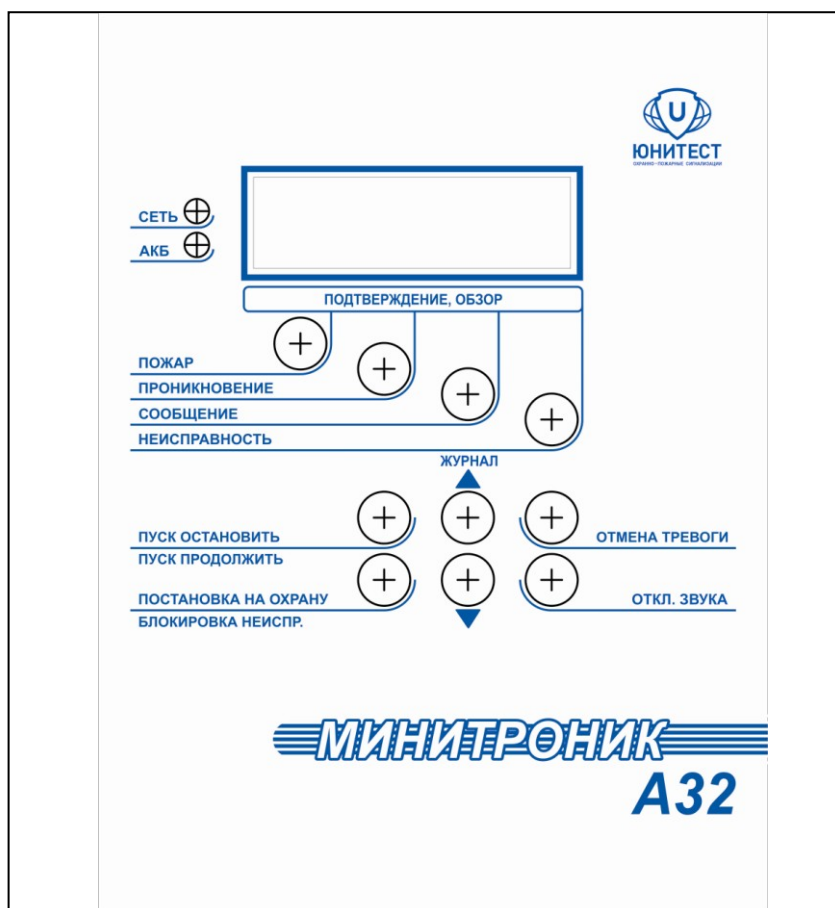

Рис.1. Внешний вид АПКП «Минитроник А32».
1.14. Внешний вид АПКП показан на рис.1.